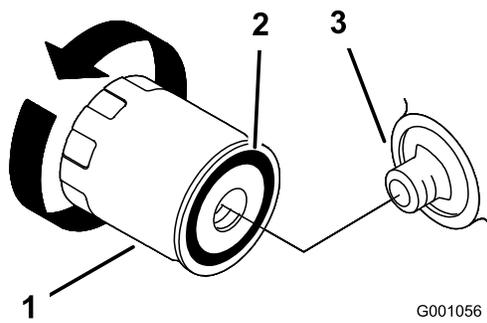

図 22
2. オイルフィルタを外し、フィルタのアダプタガasket の表面をきれいに拭く 図 22。
3. フィルタのガスケットにきれいなオイルを薄く塗る 図 22。
4. アダプタにフィルタを取り付け、ガスケットがアダプタに当たるまでフィルタを右に回し、そこから更に 2/3 回転増し締めする 図 22。